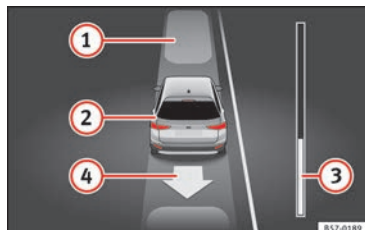

Fig. 222 Sur l'écran du combiné d'instruments : sortir d'une place de stationnement en créneau.
Légende de la **fig. 222** :
La barre de progression » fig. 222 ③ indique la distance à parcourir » page 273.